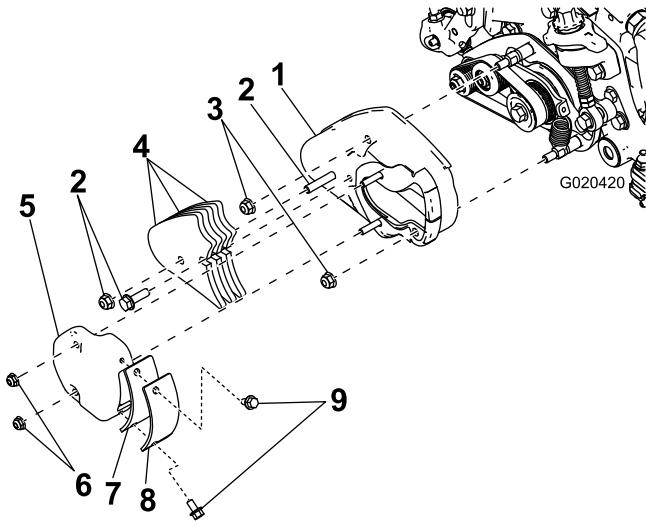

図 2
1. グルーマアクセスカバーをグルーマに固定しているフランジナット2個を外す捨てない図 2。
2. グルーマアクセスカバーにカバープレートとガスケットを固定しているフランジヘッドボルト2本を外す図 2。
5. グルーマカバーにウェイトを固定しているボルトとナット各2を外して廃棄する図2。